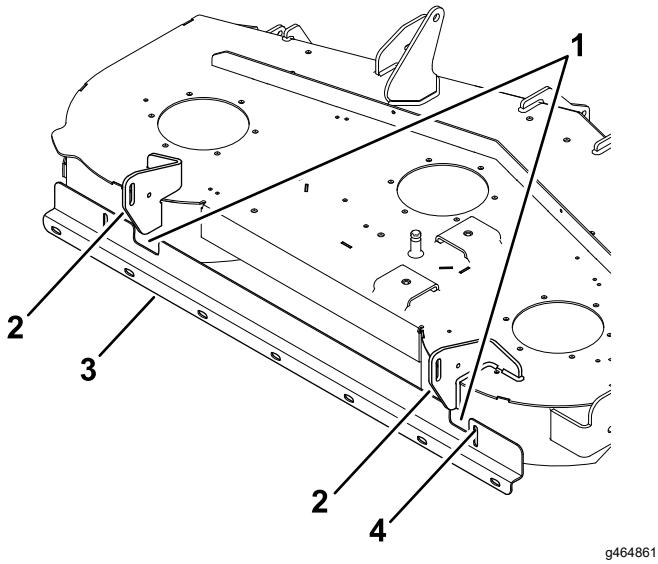

Figura 2
3. Utilizando o suporte como modelo, marque e perfure um orifício na curva do abafador direito, utilizando uma broca de perfuração (9/32 pol.) conforme mostrado na Figura 2.